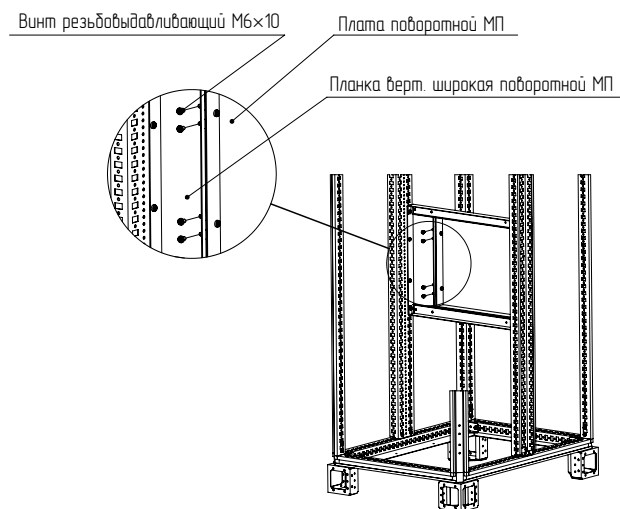

Рисунок 121
4.38.8 Установить панель монтажную поворотную на планках вертикальной широкой поворотной МП и узкой поворотной МП, закрепить винтами М6х10 на нужной высоте (рисунок 121, 122). Момент затяжки – 7 Н·м.